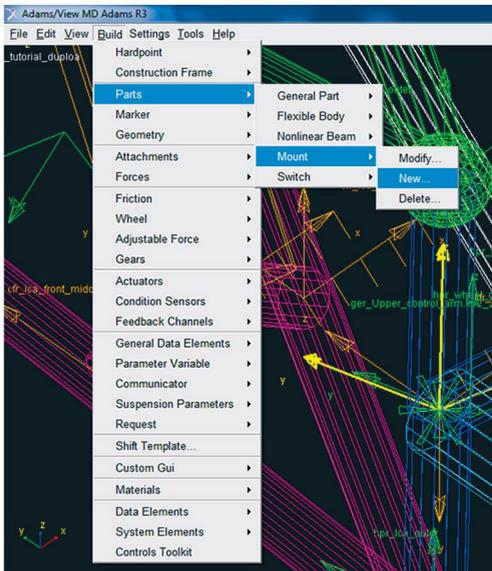

Figura 5.106 – Ilustração do menu/opções correspondente à criação do *Mount* “*uca_to_body*”.
- Acesse o menu *Build* → *Parts* → *Mount* → *New* (Figura 5.106).